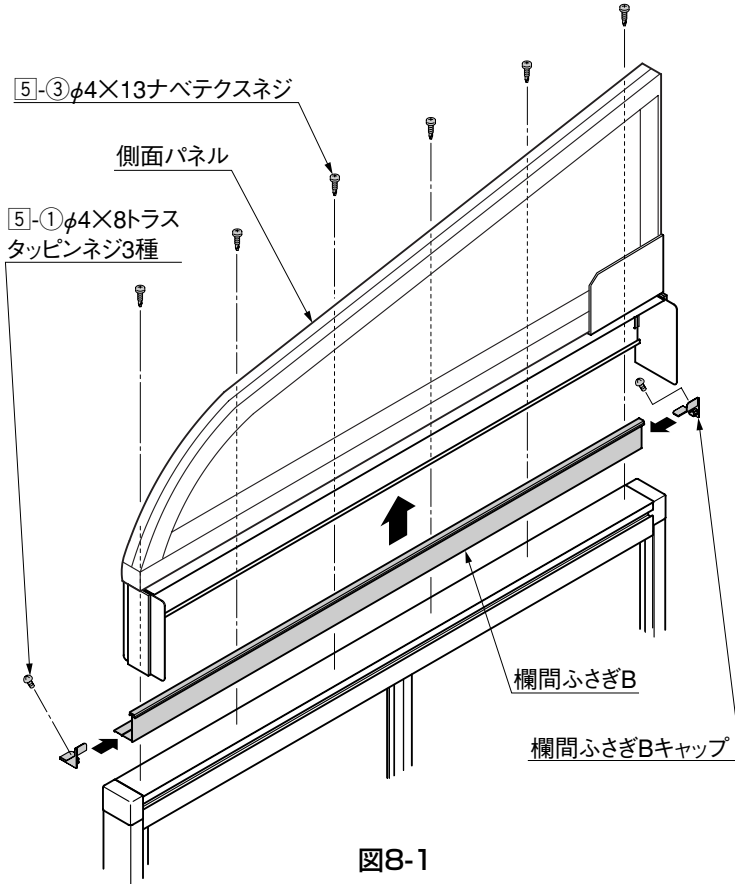
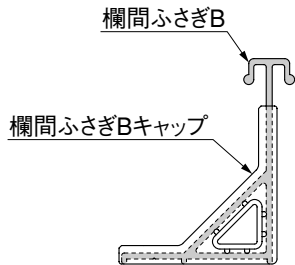

図8-1
図8-2 欄間ふさぎBキャップの取付け
- ① 欄間ふさぎBに欄間ふさぎBキャップをはめ込んで、**5-1**で取付けてください。(図8-1、図8-2参照)